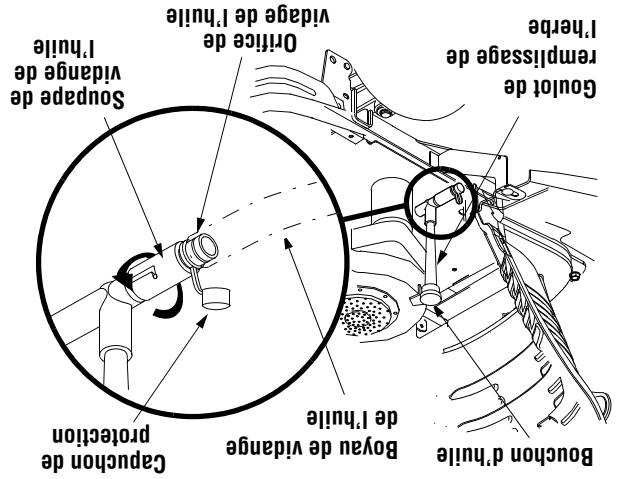

Figure 17
- Dévissez le bouchon d'huile et sortez la jauge à huile du goulot de remplissage. Voir la Figure 17. Soulevez le capuchon de protection à l'extrémité de la soupape de vidange de l'huile pour exposer l'orifice de vidange. Voir la Figure 17.